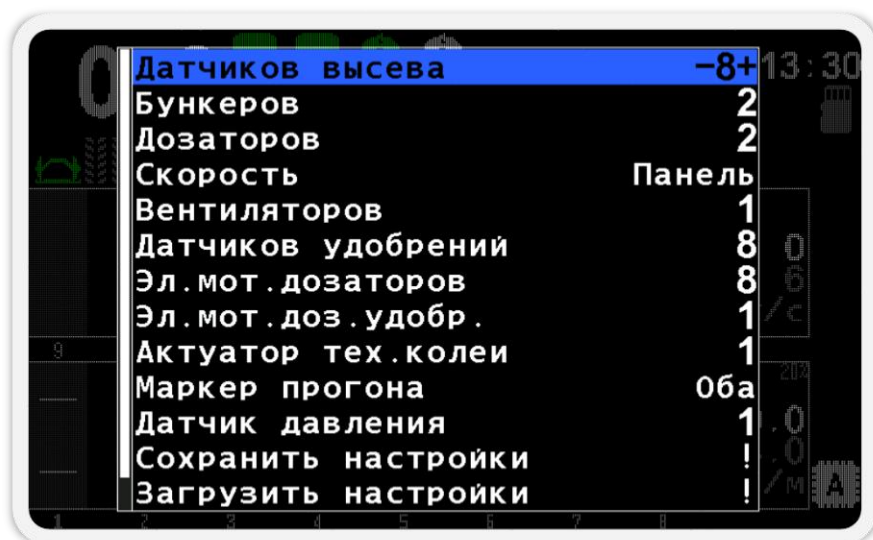

Рисунок 52 Меню "Профиль"
- 6.4.1.  **Профиль** - вызывает вложенное меню, позволяющее настроить состав и количество датчиков или актуаторов системы. Вложенное меню содержит следующие параметры (см. Рисунок 52):